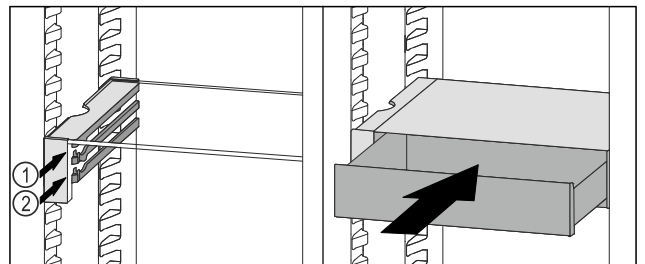

Fig. 66
- ▶ Coloque el cajón VarioSafe en la nervadura deseada Fig. 66 (1) o Fig. 66 (2) detrás de los topes.